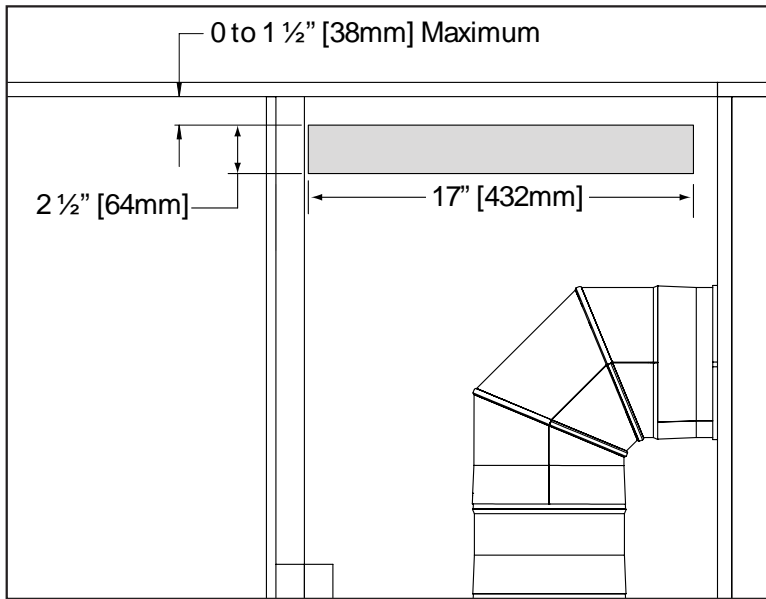
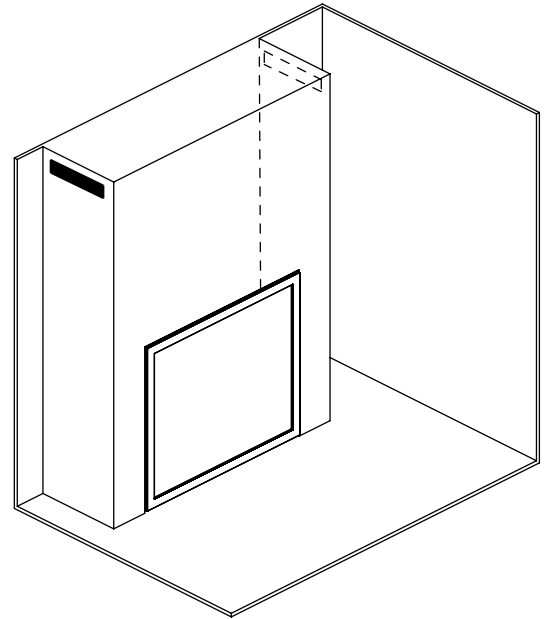

Figure 40: Option 3 décharge latérale
Figure 41: Vue Iso de décharge latérale
**Option 3 : Évacuation latérale (installations intégrées)** - Construisez la charpente de manière à fournir un minimum de 17 pouces (432 mm) par 2 ½" (64 mm) d'ouverture de chaque côté de la chasse. Le haut de l'ouverture doit être à 1 ½" du haut de l'enchâssure (voir Figure 40 & Figure 41)